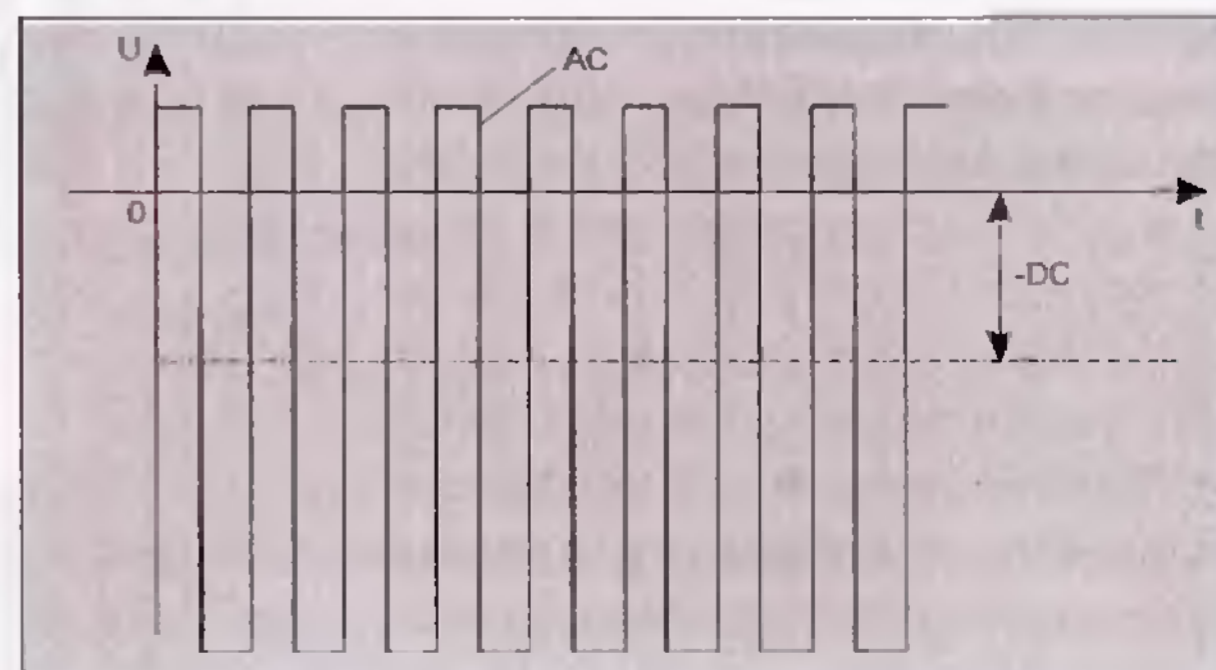

Рис. 10. Форма напряжения для ролика проявки скрытого электрографического изображения.
Данным источником создается переменное напряжение прямоугольной формы с отрицательной постоянной составляющей см. рис.10. Размах переменного напряжения (AC) порядка -950В, а отрицательного напряжения смещения (-DC) - 160В. Контактная площадка, к которой подключается магнитный вал проявки имеет обозначение на принципиальной схеме J301.